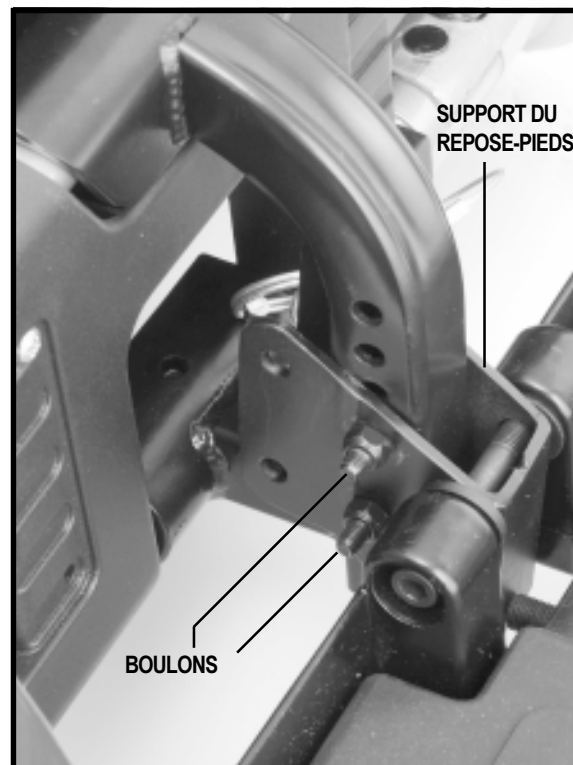

Figure 22. Réglages du repose-pieds
1. Retirez les boulons du support du repose-pieds. Voir la figure 22.